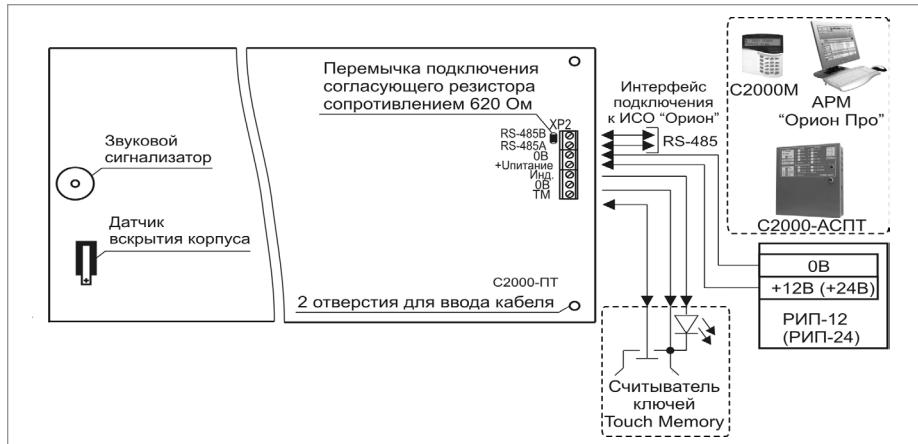

Рисунок 4. Схема внешних соединений блока «С2000-ПТ»
- Подключение соединительных линий выполняйте в соответствии с проектной документацией и схемой на рис.4.